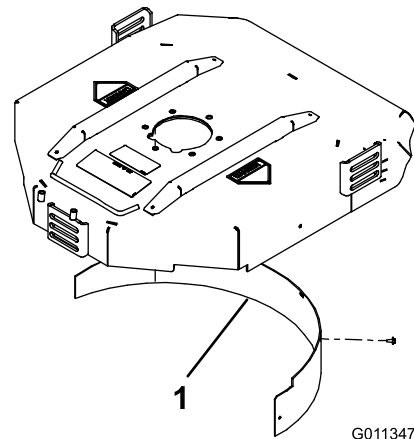

図 8
2. 後部の取り付け穴にマルチングバツフルを取り付け、フランジヘッドボルト 5 本で固定する 図 8。